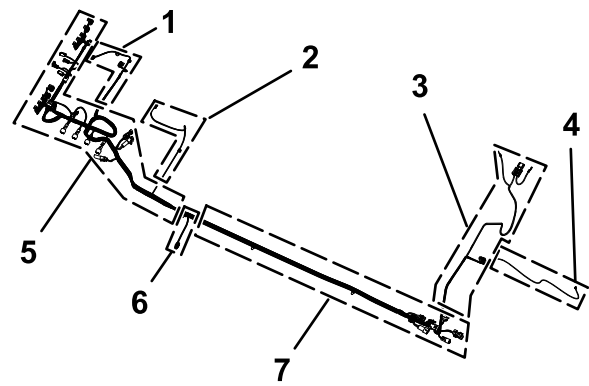

Bild 83
1. Ermitteln Sie den 165-cm-Zweig und den 203-cm-Zweig des neuen elektrischen Kabelbaums (Bild 83).